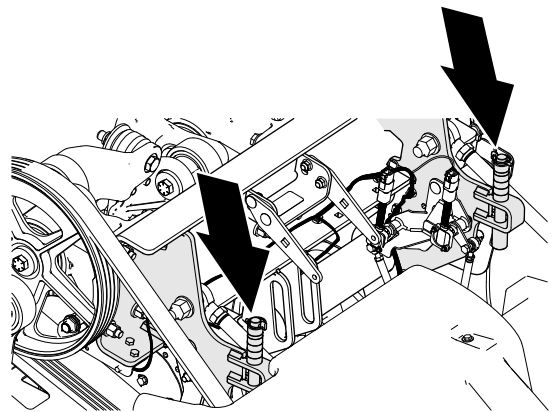
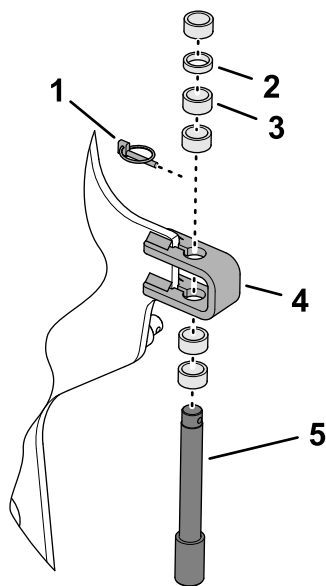

図 111
図 112
3. 深さストップピンとスペーサをストップブラケットに固定しているリンチピンを取り外す 図 111 と 図 112。